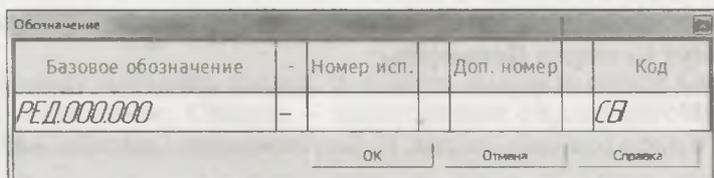

Рис. 15.9. Диалоговое окно **Обозначение**
- для перемещения курсора в раздел **Обозначение** нажмите дважды клавишу **<Tab>** — появится диалоговое окно **Обозначение** (рис. 15.9), где в графе **Базовое обозначение** вводится десятичный номер сборочного чертежа. Обратите